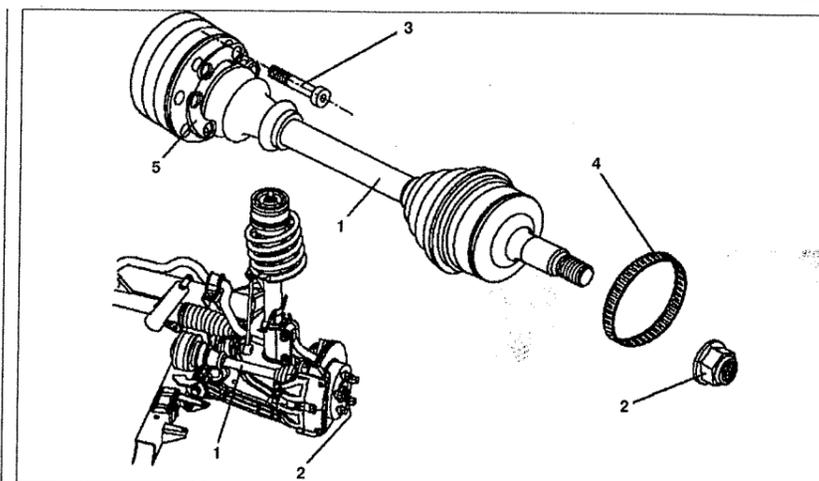

Рис. 7.7. Полуось:
1. Ослабьте гайку 2 крепления ступицы (см.рис.7.7).